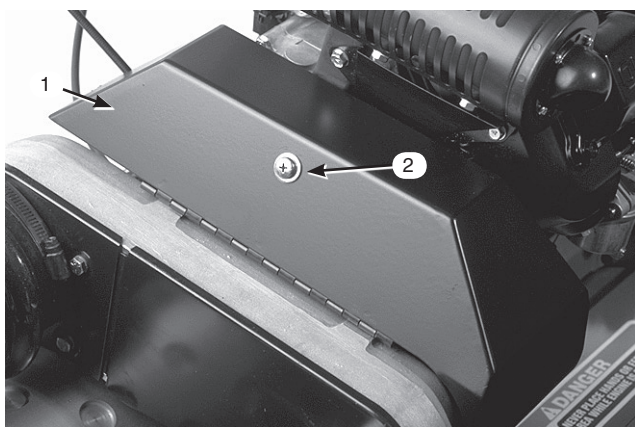

図39
2. V ベルト・カバーを固定しているリテーナをゆるめて、カバーを開ける (図39)。